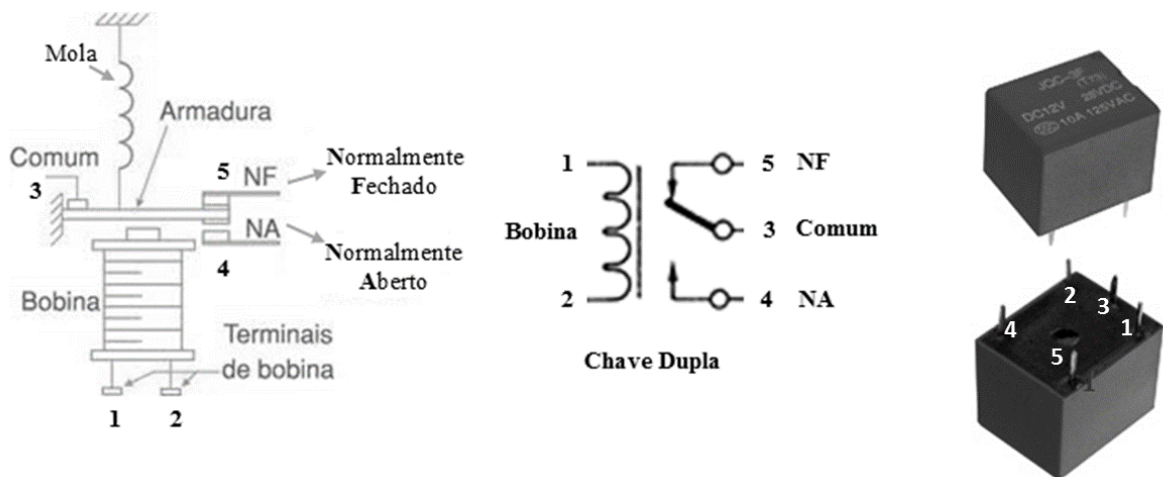

Figura 5.8
Para entender o funcionamento dos relés, observe a Figura 5.8, onde são apresentadas sua estrutura, simbologia e um típico dispositivo (JQC-3F), e a relação entre os terminais. Um contato denominado de armadura, preso à uma mola, faz a ligação entre o comum e um entre dois terminais: **Normalmente Fechado (NF)** e **Normalmente Aberto (NA)**.